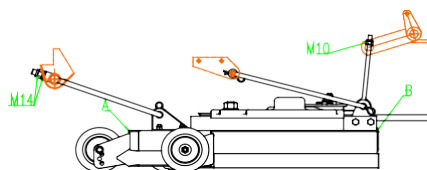

FIG 7
- Vedere la FIG 7. La posizione A si trova al centro della parte anteriore del tosaerba. La posizione B si trova dietro il piatto su ogni lato.